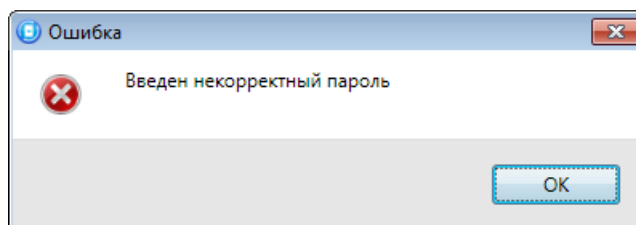

Рис. 5.22. Сообщение об ошибке
**Внимание!** Для регистрации кода или электронного ключа необходимо, чтобы соответствующий способ постановки/снятия (*Электронный ключ | Клавиатура Мираж-КД / STEMAX RFID*) был предварительно выбран на вкладке *Параметры* в раскрывающемся списке *Способ управления постановкой/снятием*. В противном случае ввод не будет принят и появится сообщение об ошибке (Рис. 5.22).